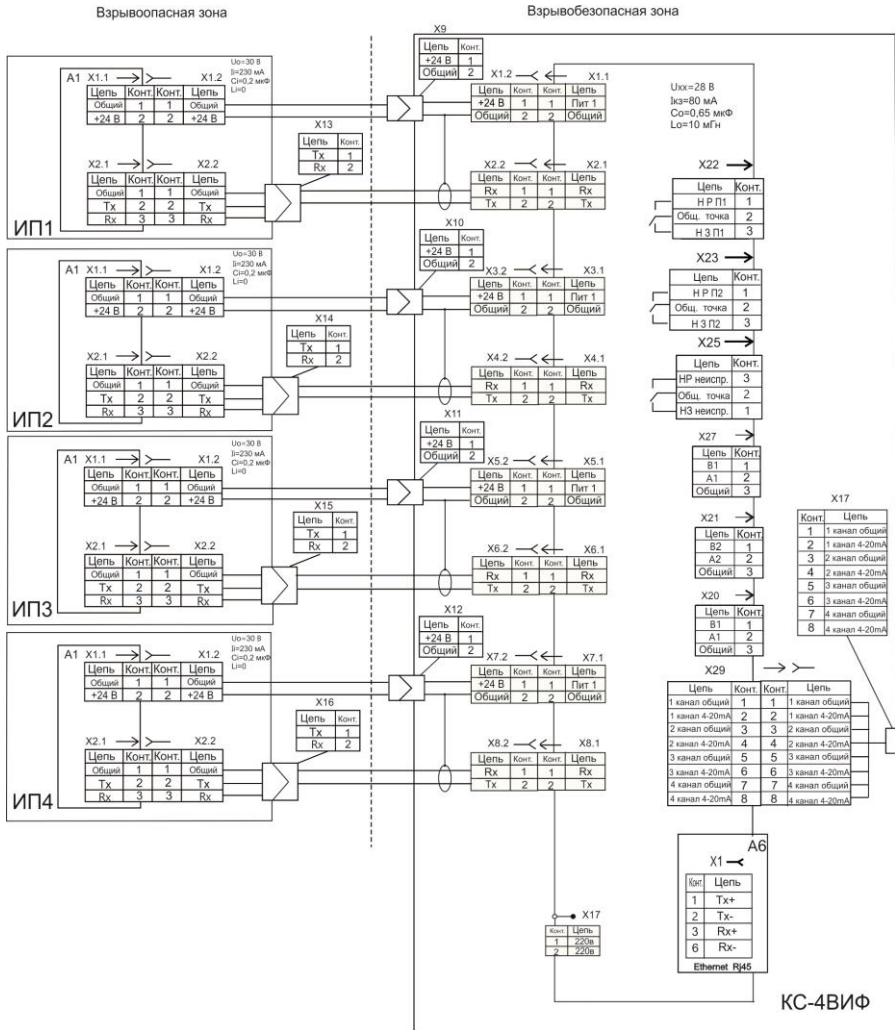

Рис. 10. Схема подключения ИП к блоку КС
2.1.2.5. Подключите ИП к блоку КС в соответствии с электрической схемой, представленной на рис. 10, используя кабели, указанные в таблице 4.